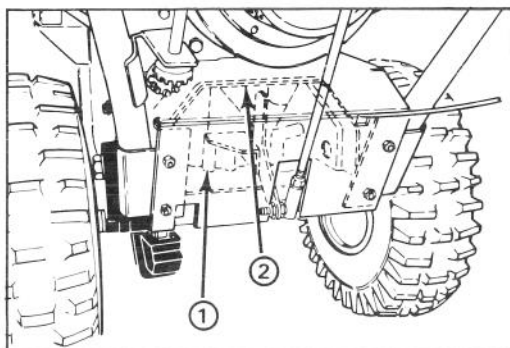

Figure 30
3. Desserrez les 4 boulons à tête à collerette (2 boulons de chaque côté) qui tiennent le châssis de transmission au châssis du moteur (Fig. 30 à 31).